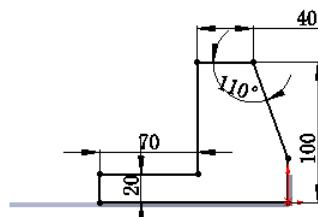

图 2.11 边线一法兰 2 草图
(3) 定义法兰参数。
① 定义法兰角度值。在**角度(G)**区域的文本框中输入角度值 90.0。
② 定义长度类型和长度值。在“边线法兰”对话框**法兰长度(L)**区域的下拉列表中选择**给定深度**选项，在文本框中输入深度值 20.0。在此区域中单击“内部虚拟交点”按钮。
③ 定义法兰位置。在**法兰位置(N)**区域中，单击“折弯在外”按钮。
(4) 单击 \checkmark 按钮，完成边线一法兰 2 的初步创建。
(5) 编辑边线一法兰 2 草图。在设计树的**边线法兰2**上右击，在系统弹出的快捷菜单上单击 \square 命令，系统进入草图环境。绘制图 2.11 所示的草图。退出草图环境，此时系统完成边线一法兰 2 的创建。